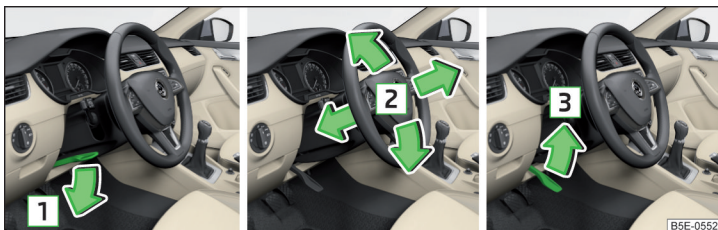

Fig. 3 Reglarea poziției volanului
- Rabatați maneta de siguranță de sub volan în sensul săgeții **1** » fig. 3.